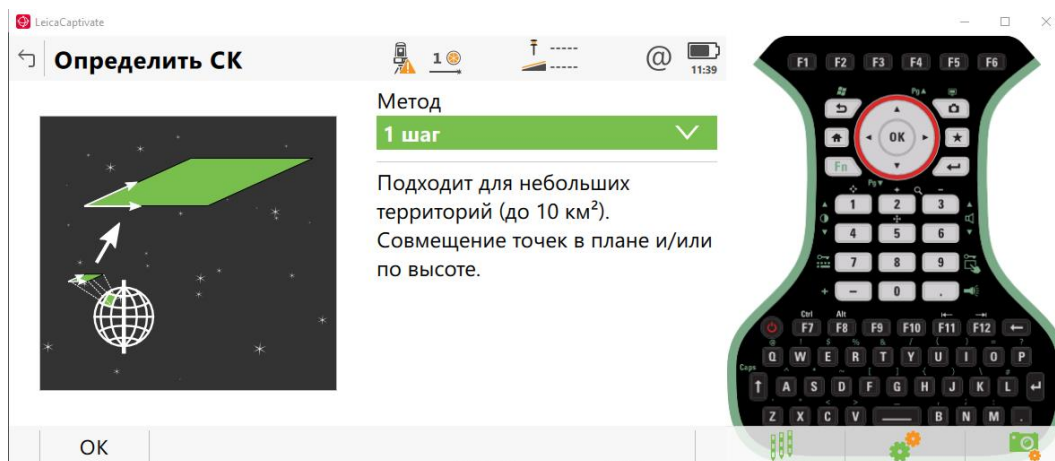

Рисунок 14 – Выбор метода создания СК
14. Метод создания – 1 шаг (рис. 14):